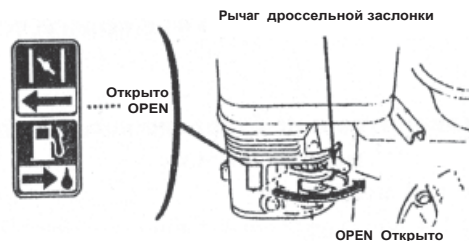

Рис.17
1. Прогрейте двигатель и передвиньте рычаг дроссельной заслонки в положение «OPEN» («Открыта») (Рис. 17).